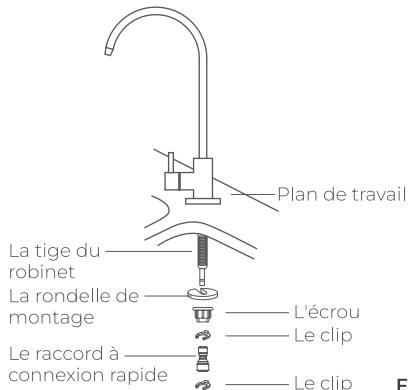

Figure 7
Étape 2 : Installer le Robinet (Figure 7)